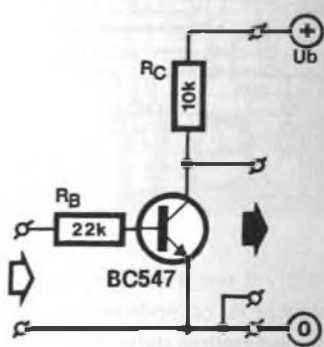

Figure 1 - Avec un transistor et deux résistances, nous pouvons fabriquer un inverseur compatible aussi bien avec les circuits intégrés logiques TTL que CMOS.
Il est visible que si le courant de base I_b est nul, le courant de collecteur l'est aussi : le transistor est bloqué. En revanche, si le courant de base est suffisamment élevé, un courant certain de collecteur circulera. Nous pouvons donc utiliser le transistor pour commander ou non le passage d'un courant. C'est en principe ce que fait un interrupteur ordinaire (figure 1) ou plus précisément un relais. Complétons maintenant ce que nous avons dit : lorsque le transistor n'est pas commandé, si sa base est à un potentiel tel qu'aucun courant ne peut circuler entre elle et l'émetteur (la différence de potentiel est le plus souvent inférieure à 0,6 ou 0,7 V), la différence de potentiel U_{ce} entre le collecteur et l'émetteur est, à peu de chose près, celle de l'alimentation U_s . L'émetteur est pratiquement au potentiel de la masse, le collecteur à celui de l'alimentation. Si la différence de potentiel entre la base et l'émetteur dépasse 0,6 V, un courant de base circule. S'il est suffisant, le transistor se sature, c'est-à-dire qu'il laisse passer un maximum de courant, uniquement limité par la charge représentée ici par une lampe. La chute de potentiel provoquée par le
La figure 1 vous montre à quoi ressemble ce montage dont les niveaux d'entrée et de sortie sont compatibles aussi bien avec les circuits TTL qu'avec les circuits CMOS. Si vous pensez que ce schéma ressemble à celui d'un transistor utilisé comme commutateur, vous avez parfaitement raison. Le transistor utilisé comme inverseur fonctionne en commutation. Dans les deux cas, il se comporte comme un relais (statique) ou un interrupteur. Le plus important cependant pour l'inverseur, n'est pas de permettre ou non la circulation d'un courant dans une résistance placée dans son circuit de collecteur, c'est la tension qui règne sur le collecteur par rapport à la masse. Elle présente deux valeurs intéressantes, que nous appelons "1" et "0" : si le transistor est bloqué (1), la tension qui règne sur le collecteur est à peu de chose près celle de l'alimentation ; si le transistor est saturé (0), cette tension est nulle, le collecteur est au potentiel de la masse. La circulation d'un courant, même si l'on considère ceci comme quelque chose de "positif", si "ça marche" puisque si R_C est une lampe, elle s'allume, c'est "0", parce que nous avons appelé "0"